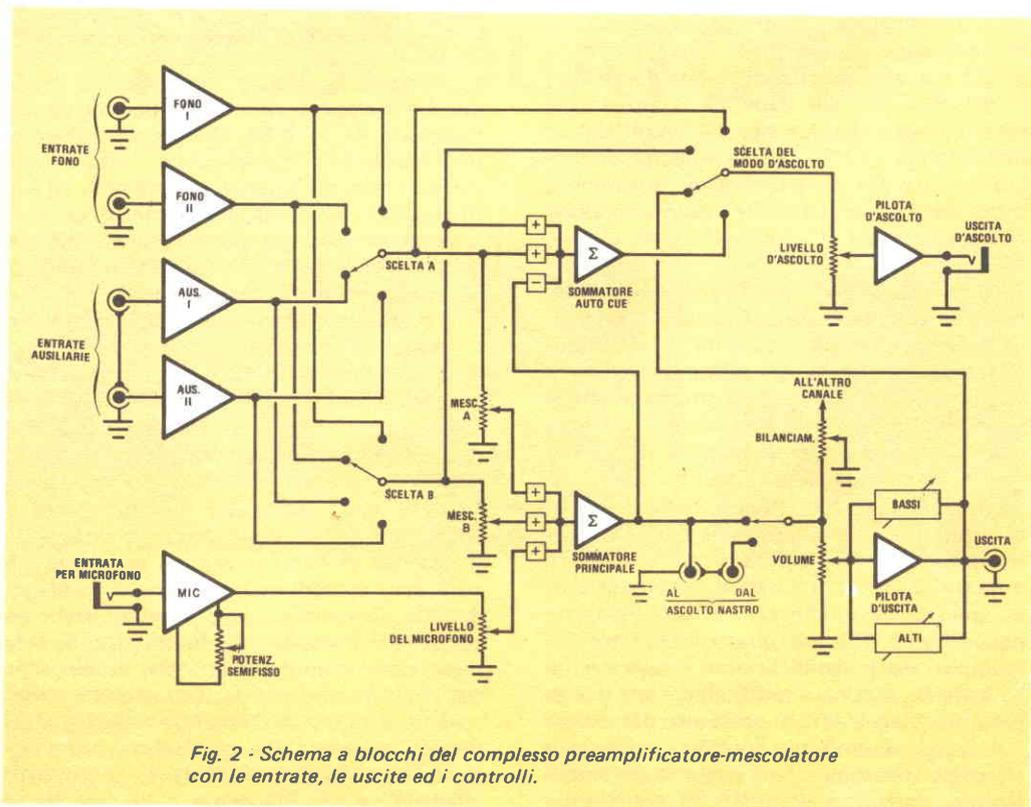

Fig. 2 - Schema a blocchi del complesso preamplificatore-mescolatore con le entrate, le uscite ed i controlli.
**Il circuito** - Uno schema a blocchi dell'intero mescolatore-preamplificatore è riportato nella fig. 2. Funzionalmente, il mescolatore si può considerare composto da tre tipi di circuiti: quello di condizionamento d'entrata, quello di elaborazione ad alto livello e quello di condizionamento d'uscita. Esaminiamo ciascuno di questi circuiti.